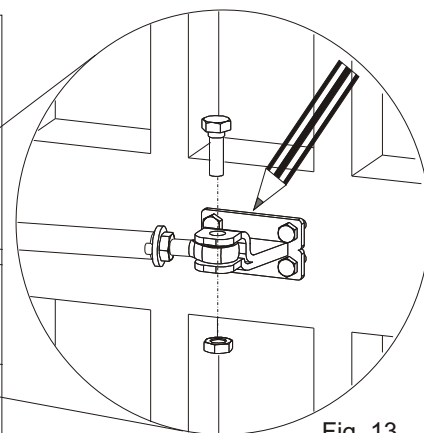

Fig. 13
- 3) Fixer la tige sur l'attaque antérieur (Fig. 13)